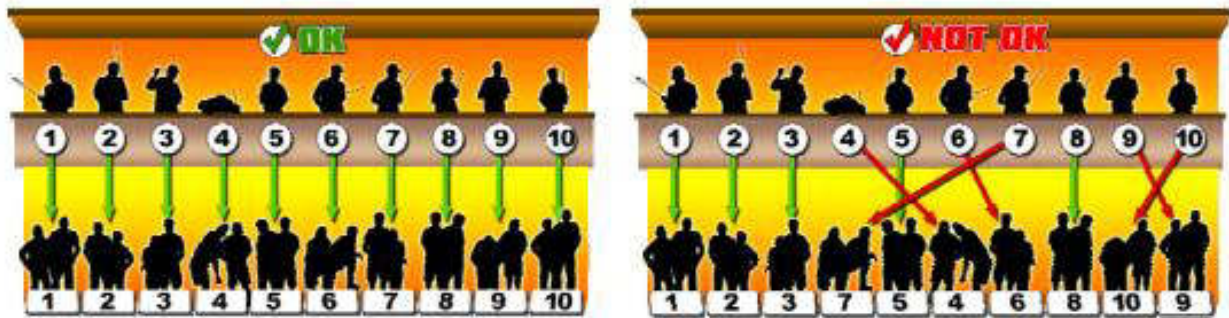

Figura 41: Disposizione dei Meccanici e dei Piloti nel palco
9.06.05 Prima della partenza della Finale, per ciascuna categoria, verrà eseguita la foto e la presentazione al pubblico dei Piloti finalisti da parte del Direttore di Gara. Durante la chiamata, il Pilota, dovrà salire sul palco e scegliersi il posto di maggiore preferenza per la sua guida. Successivamente, i Meccanici (o Meccanico) ad esso associati, dovranno occupare, ove possibile, la casella della corsia dei box di riferimento corrispondente e situata sotto al Pilota. Per una maggiore chiarezza di esposizione si faccia riferimento alla Figura 41.